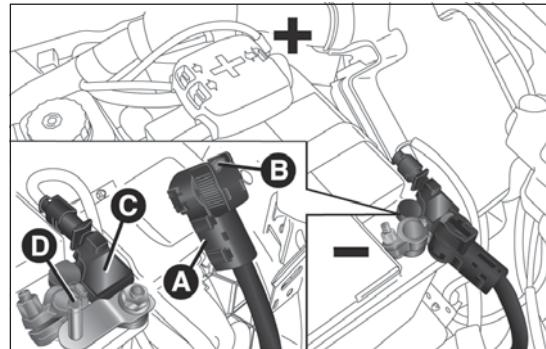

fig. 205
- disconnettere il connettore A fig. 205 (tramite azione sul pulsante B) dal sensore C di monitoraggio dello stato batteria (quest'ultimo installato sul polo negativo D della batteria stessa);
- ricollegare il connettore A fig. 205 al sensore C della batteria.